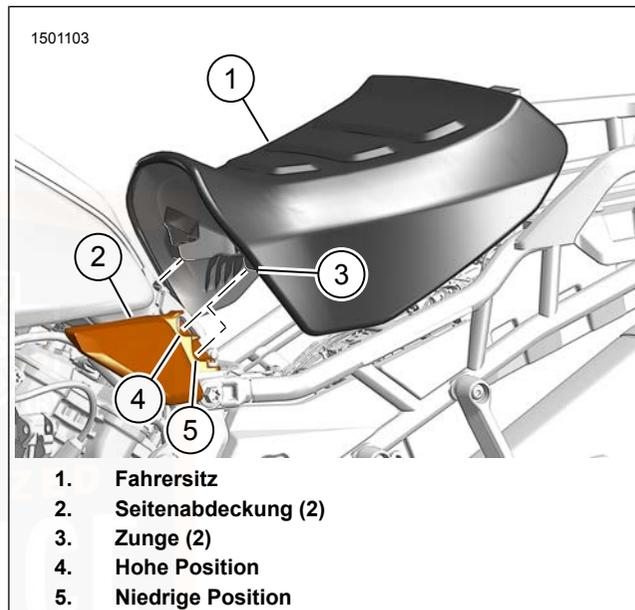

Abbildung 88. Rider Seat
1. Siehe Abbildung 88. Die Zungen (3) des Fahrersitzes (1) in die hohen (4) oder niedrigen (5) Schlitze der Seitenabdeckungen (2) einführen.